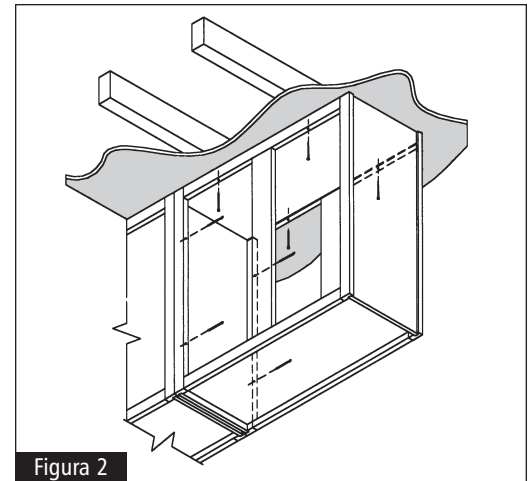
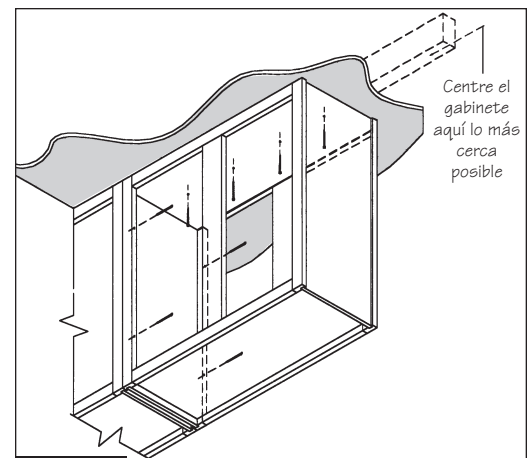

Figura 2
Figura 3
**2** Determine la ubicación de las viguetas del techo al que va a instalar el gabinete de pared en península. En caso de que las viguetas del techo corran perpendiculares al ancho (dimensión de lado a lado) de su gabinete de pared en península, fije éste insertando los tornillos a través de los marcos horizontales del mismo. Vea la figura 2. En caso de que las viguetas del techo corran paralelas a la longitud de sus gabinetes, inserte los tornillos a través del panel superior del mismo. Vea la figura 3.